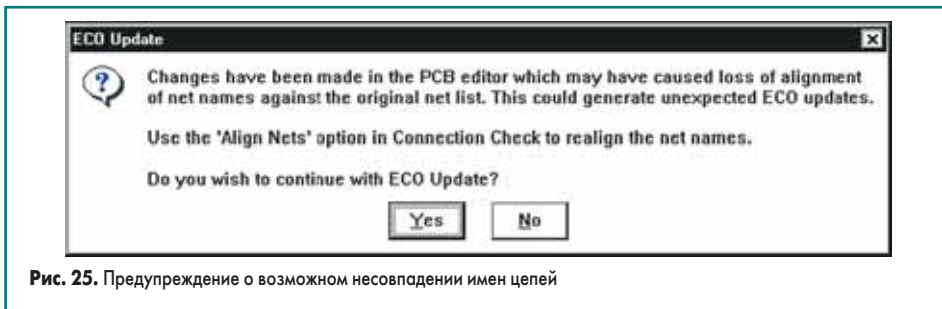

Рис. 25. Предупреждение о возможном несовпадении имен цепей
На экране появится сообщение, показанное на рис. 25, в котором говорится, что в ходе выполнения операции в проект могут быть добавлены или удалены цепи, что может привести к неожиданным результатам. Дело в том, что многим цепям система присваивает имена по умолчанию, которые начинаются с символа \$. При внесении изменений в схему нумерация цепей могла сдвинуться, что при сравнении списков соединений в процессе прямой аннотации станет причиной обнаружения большого числа несоответствий. Найти и исправить эти несоответствия можно с помощью специальной процедуры проверки Connection Check. Порядок использования данной функции описан в интерактивной справочной системе, и мы рекомендуем изучить его самостоятельно. В рамках данного курса мы не будем использовать эту функцию, поэтому просто проигнорируем сообщение.
37. На экране появится сообщение, показанное на рис. 25, но мы снова проигнорируем его и нажмем кнопку Yes.